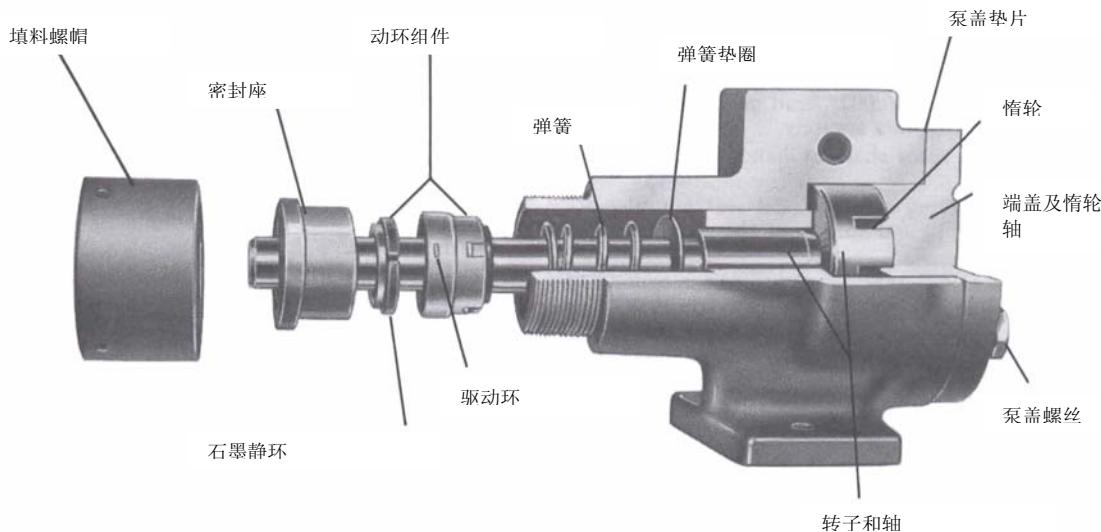

图 4
4. 当重新装配一机械密封泵时，将弹簧垫圈和弹簧安装在轴上，见第4页图4. 给轴和动环组件中的橡胶加少许润滑油，沿轴滑入动环组件。